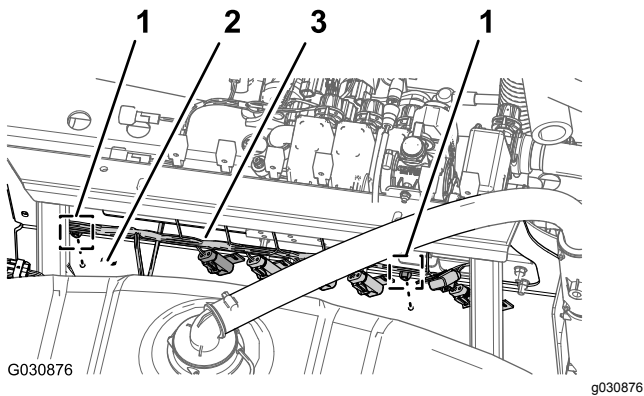

Рисунок 56
- Снимите вставной держатель, который крепит задний жгут проводов к отверстиям в передней стороне крепления коллектора (Рисунок 56).